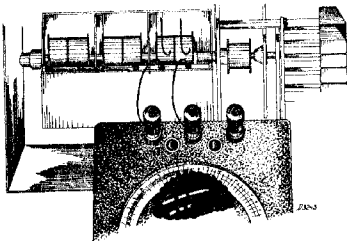

Fig. 3
1. Verbindingen van C5 lossoldeeren (zie fig. 3).